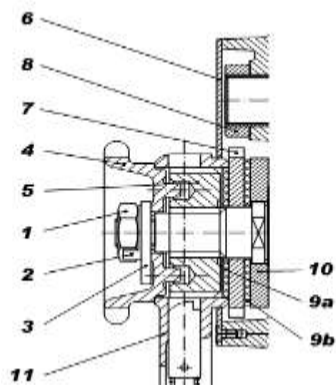

Рис. 8 Монтаж тормоза.
Ослабьте шайбы (2) и снимите гайку (1). Снимите шайбу (2) и упор (3), ручное колесо (4), колесо (5) и ручной рычаг (11). Снимите кожух (6) и тормозной вкладыш (9а), рогатку (7), и тормозной вкладыш (9b) и шайбу (10). Смонтируйте. (рис. 8)
Снимите гайку (1) снимите и поверните упор (3) чтобы между зубом (2А или 2В) был угол 50 градусов. В случае невозможности достичь требуемого, рис. 8. Регулировка тормоза снимите ручное колесо (4), затем поверните таким образом, чтобы между упором (3) и некоторым из зубов (2А или 2В) был требуемый угол. Проведите испытание тормоза.
3. Проверьте тормозные колодки, собачку и рогатку, (детали 9a, 9b, 7 и 10 на рис. 8), очистите.